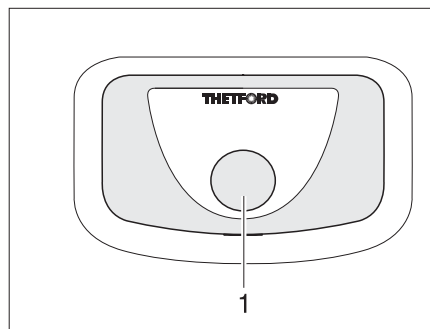

Fig. 133 Pulsante dello sciacquone toilette Thetford
- Per sciacquare premere il pulsante blu (Fig. 133,1).